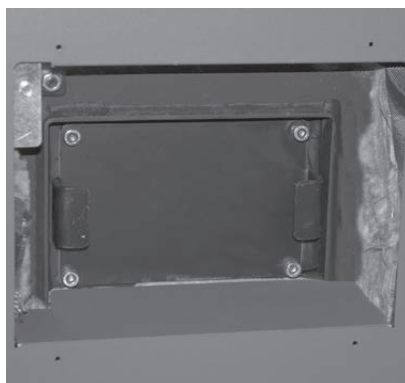
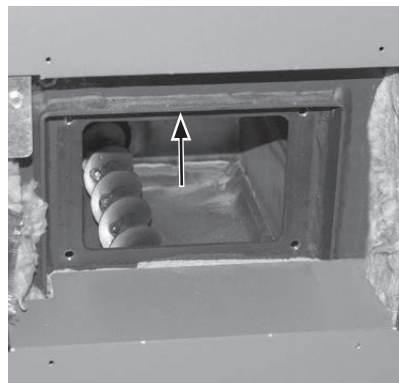

Fig. 74 Staccare il coperchio dalla parete della caldaia
Fig. 75 Aspirare il vano cenere, pulire la sonda lambda all'interno al di sopra dell'apertura per la pulizia
- ▶ Svitare la copertura del rivestimento della parete laterale destra (4 viti autofilettanti), togliere l'isolamento, staccare il coperchio dalla parete della caldaia – Fig. 74. Rimuovere il coperchio e aspirare il vano cenere – Fig. 75.
- ▶ Pulire la sonda lambda sopra l'apertura per la pulizia del vano cenere, sotto le superfici riscaldanti – Fig. 75.